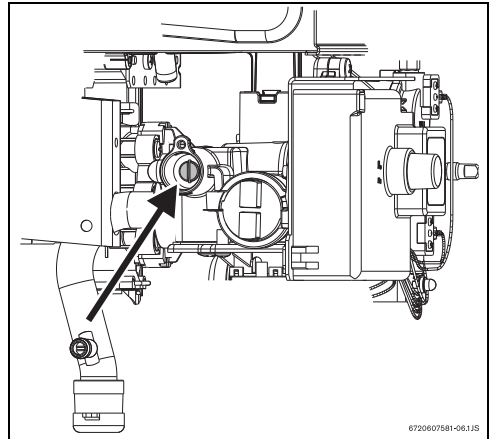

Fig. 13 Tornillo de ajuste de máximo caudal de gas
- ▶ Desmontar la cubierta del tornillo de ajuste del gas (Fig. 13).
- ▶ Utilizando el tornillo de ajuste (Fig. 13) regular la presión atendida a los valores de la tabla 8.